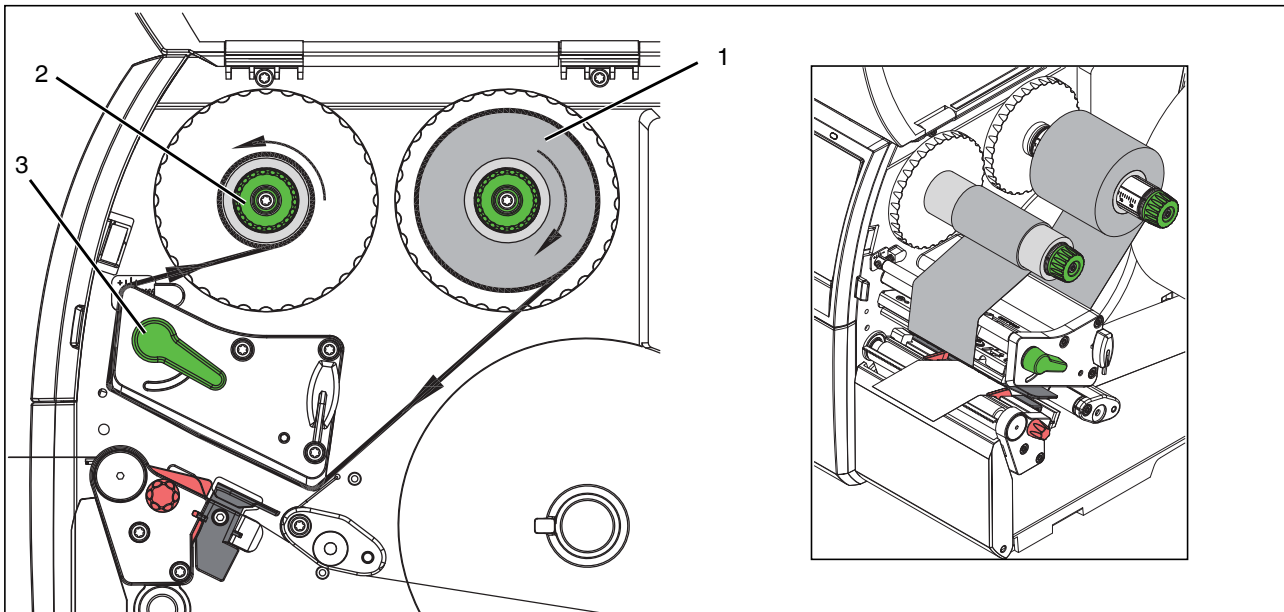

Figura 2-6 Recorrido de la cinta entintada
Los rollos de cinta entintada para esta impresora de Phoenix Contact tienen una capa de tinta en la parte exterior del rollo. Tenga en cuenta el sentido de desenrollado que se muestra en la Figura 2-6. **Si la posición de la capa de tinta es incorrecta, la lámina se queda pegada al cabezal de impresión.**
- Coloque el carrete vacío de un rollo de cinta entintada sobre el rodillo de enrollado (2) y fíjelo.
- Haga pasar la cinta entintada por la unidad de impresión como se muestra en la Figura 2-6.